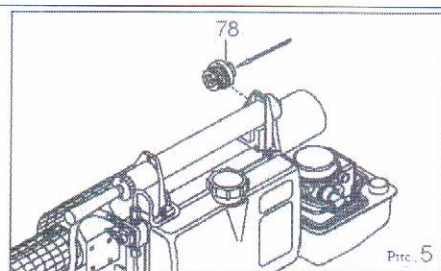

Рис. 5
4. Проверьте катушку зажигания нажатием на кнопку стартера (78). Вы должны услышать жужжащий звук, рис. 5.